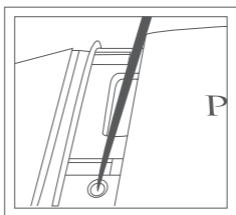

Fig. 5
5. Utilisez la pointe de calibration fournie ou un objet à pointe fine (par ex. un tournevis avec une pointe de 2 mm) pour appuyer sur et relâcher le bouton d'activation de l'étalonnage (Fig.5). Le testeur entre en mode d'étalonnage en émettant un signal sonore. Tous les témoins (y compris « Metal » (Métal) et « Low Batt » (Batterie faible)) s'allument en mode d'allumage fixe. Le testeur est désormais prêt à démarrer l'étalonnage.